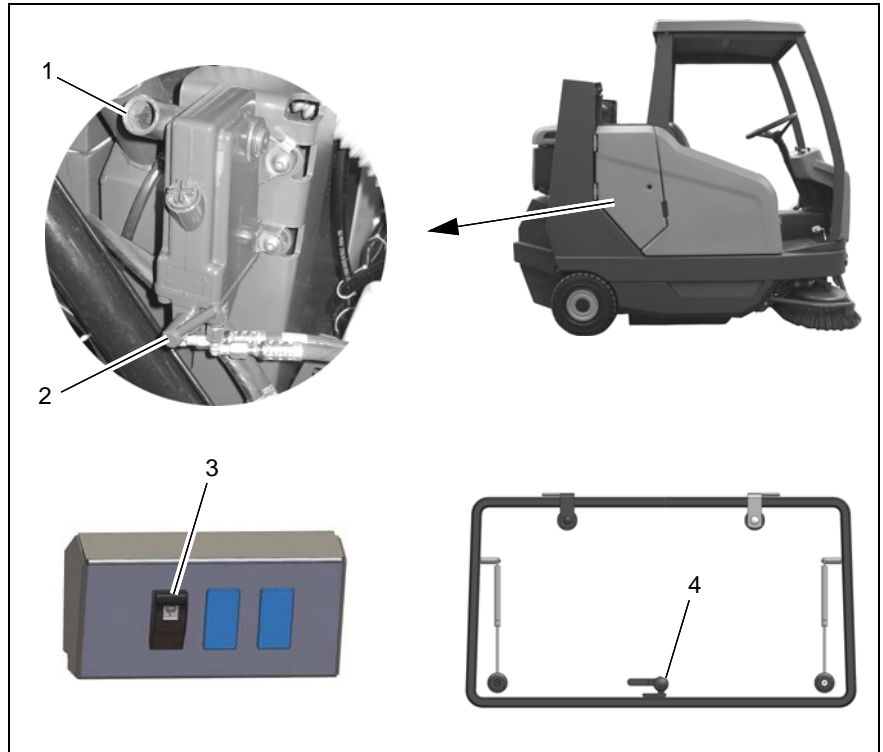

Abb.22
1. Seitenklappe öffnen und den Pumpenhebel auf die Handpumpe (Abb. 22/1) stecken.
2. Knebel (Abb. 22/2) an der Pumpe auf "SENKEN" stellen (Pfeil nach unten) und die Kabine mit dem Pumpenhebel bis zum Anschlag herunterpumpen.
Mit dem Schalter (Abb. 22/3) wird der Scheibenwischer ein- und ausgeschaltet. Der Scheibenwischer hat Endlagenabschaltung.
Mit dem Hebel (Abb. 22/4) die Heckscheibe entriegeln und in die gewünschte Position stellen.